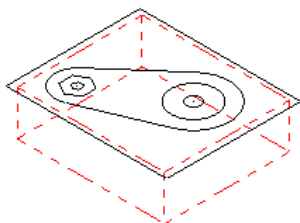

图 9.8.3 显示零件
Step5. 单击“机器群组属性”对话框中的 按钮，完成工件的设置。此时零件如图 9.8.3 所示，从图中可以观察到零件的边缘多了红色的双点画线，双点画线围成的图形即为工件。